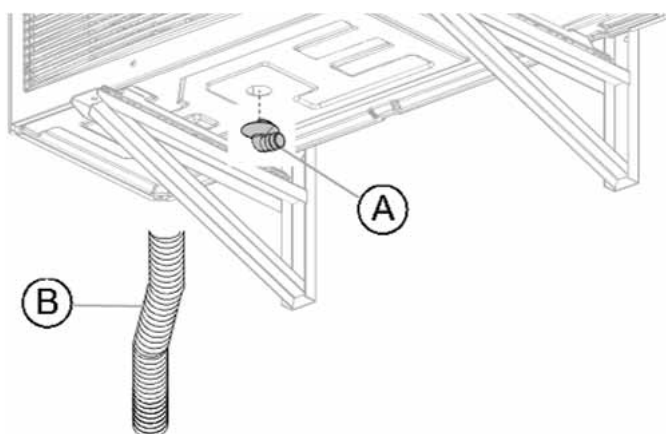

Abb. 9: Einsetzen des Kondensatablaufbogens (A) in die Außeneinheit
- ➔ Planen Sie einen ausreichenden Kondensatablauf an einer geeigneten Position unter der Außeneinheit (s. Abb. 9) gem. Kap. 3.11 ein.